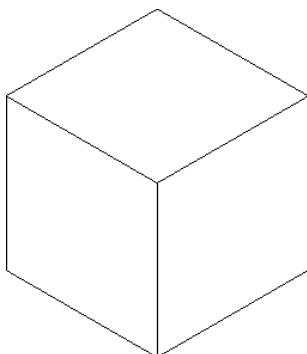
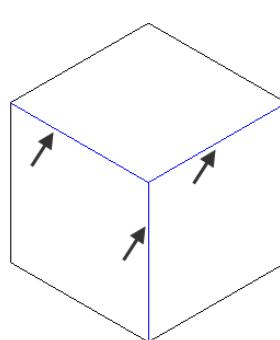

图 7-44 实体倒圆角实例
图 7-45 选取倒圆角图素
- ① 在“文件”工具栏中单击“打开文件”按钮，打开如图 7-44 所示的图形。
- ② 在主菜单中选择“实体管理器” | “倒圆角” | “倒圆角”命令，或单击“实体管理器”工具栏中的“实体倒圆角”按钮。
- ③ 根据系统提示“选取要倒圆角的图素”，选择如图 7-45 所示的边作为倒圆角的图素，并按回车键。